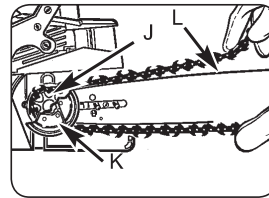

Abb. 3G
6. Schieben Sie die Kette um das Zahnrad (J) hinter der Kupplung (K) herum. Beachten Sie, dass die Glieder zwischen den Zähnen eingelegt sein müssen (Abb. 3G).
7. Führen Sie die Antriebsglieder in die Rille (L) und um das Ende der Schiene ein (Abb. 3G).